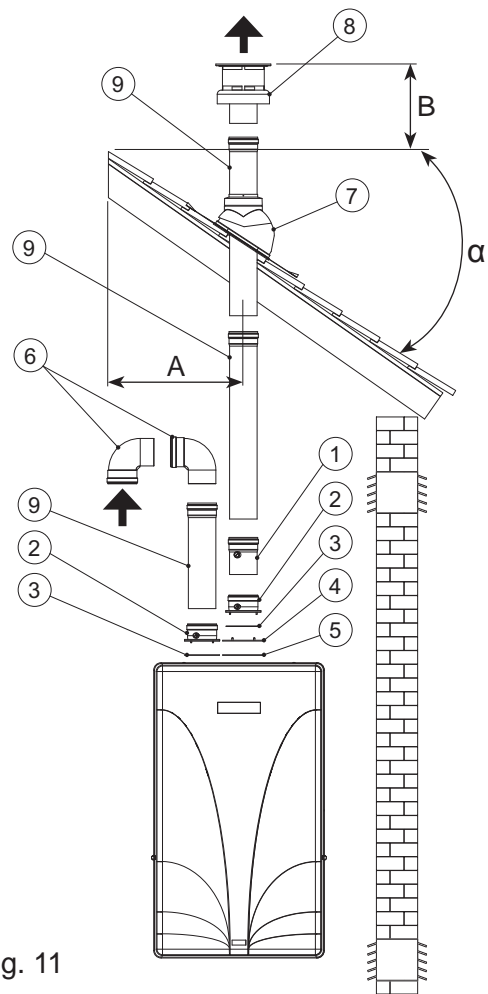

Fig. 11
- installare il kit sdoppiato con presa analisi fumi come previsto in fig. 11